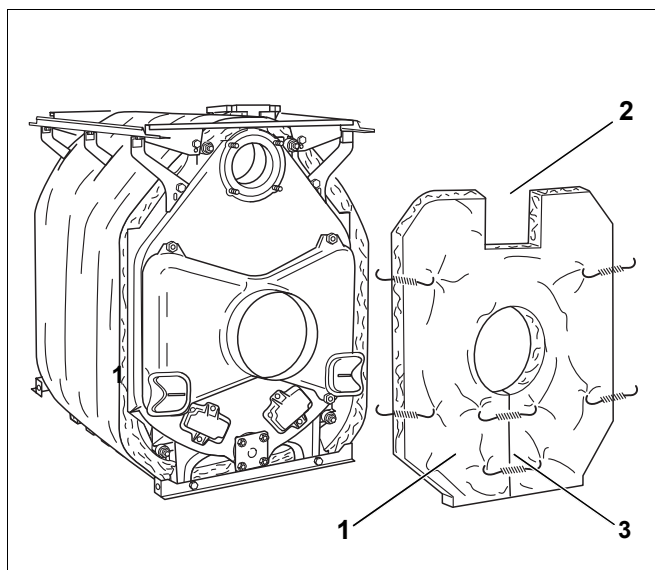

Bild 46 Hintergliedwärmeschutz montieren
- Hintergliedwärmeschutz (Bild 46, **Pos. 1**) auf den Abgasstutzen schieben. Dabei muss der Ausschnitt für den Kesselrücklauf (Bild 46, **Pos. 2**) nach oben zeigen.
- Den Schlitz unterhalb des Abgasstutzens mit einer Spannfeder verschließen (Bild 46, **Pos. 3**).